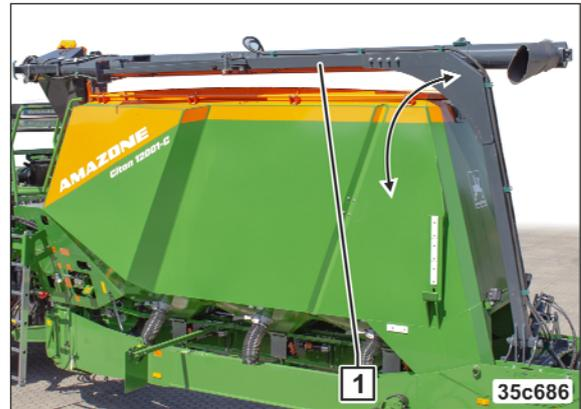

Fig. 214
1. Placer la vis de remplissage (Fig. 214/1) en position de travail.